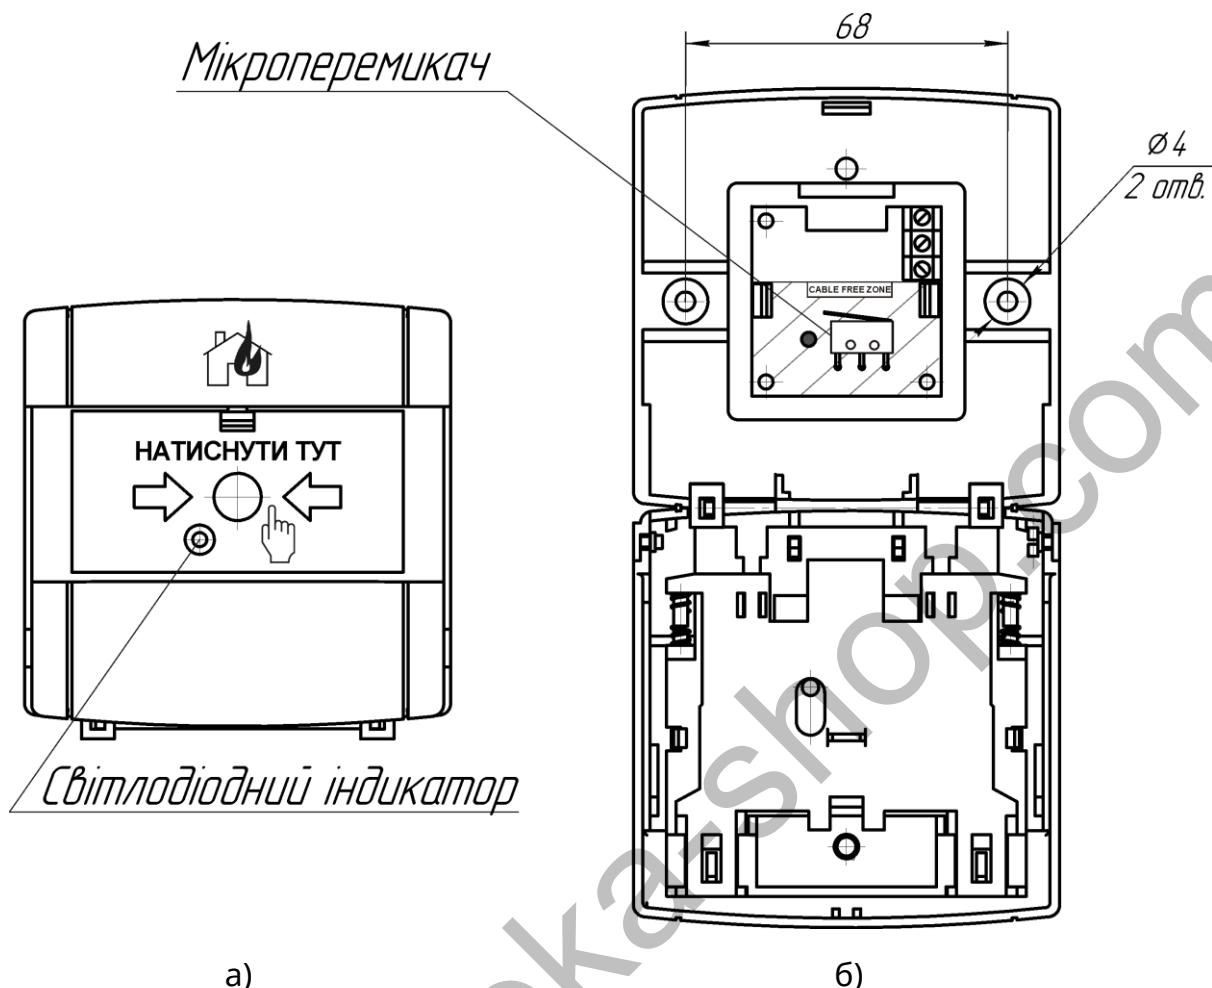

Рисунок 1 - Зовнішній вигляд (а) та внутрішня компоновка (б) сповіщувачів. В зоні заштрихованої ділянки плати не допускається прокладання кабелів (дротів).
3.1 Для монтажу сповіщувачів необхідно відкрити сповіщувач натисканням ключа на защіпку у верхній частині сповіщувачів, протягнути проводи всередину сповіщувача і закріпити його на стіні приміщення за допомогою дюбелів та гвинтів (див. рис. 1). Підключення сповіщувачів проводиться згідно схеми наведеної на рисунку 2. Рекомендований переріз проводів від 0,28 до 1,0 мм².